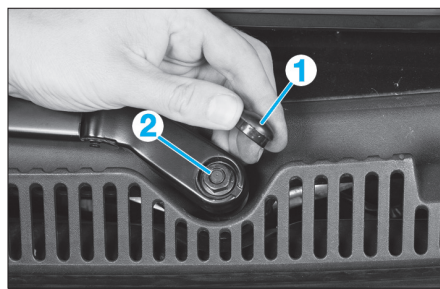

Fig. 18
- Déposer les caches des écrous (1) puis partiellement, les écrous (2) (Fig.18).